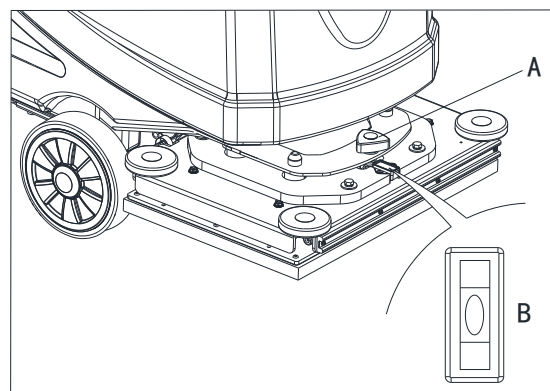

Figura 8.1
2. Reglați nivelul punții orbitale ajustând mânerul (A, Figura 8.1). Faceți balonul în mijloc (B Figura 8.1).